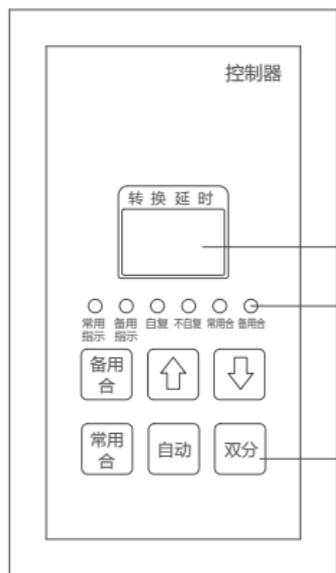
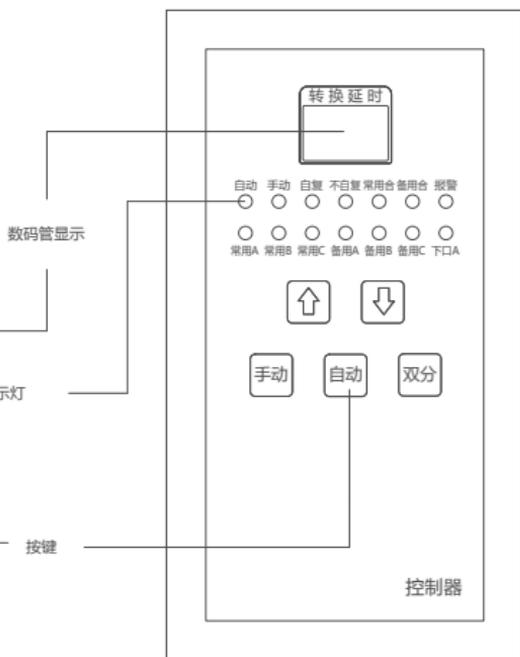

图1 250壳架及以下
图2 400~800A壳架
- 5.5 图1控制器为250壳架及以下规格，图2为400至800A壳架规格。